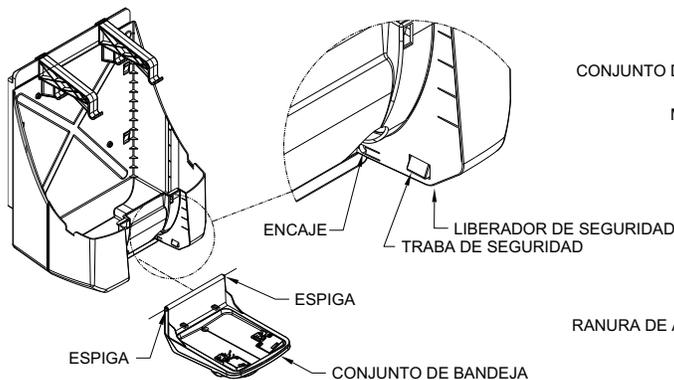

Figura 5
Paso 4. Conjunto de bandeja (figura 5)
- A. Coloque el conjunto de tapa (paso 5) y cierre el conjunto de bandeja. **AVISO:** Cuando la traba de seguridad está colocada, la bandeja no se puede cerrar. Para quitar la traba, mantenga oprimido el liberador de seguridad al que puede acceder por la parte inferior del bastidor (figura 5).